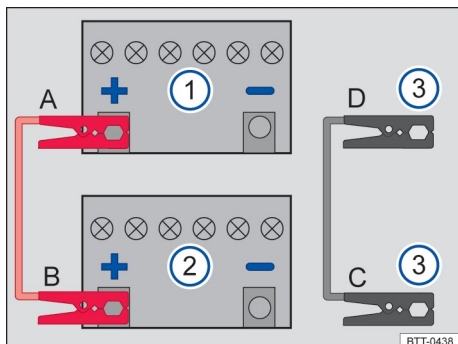

Рисунок 126. Схема подключения соединительных кабелей
Соединительные кабели должны быть подключены в последовательности А – В – С – D → Рисунок 126.
- Подсоедините один конец красного кабеля помощи при запуске к положительному полюсу → Рисунок 126 ① разряженной аккумуляторной батареи → ▲.
- Подсоедините другой конец красного кабеля помощи при запуске к положительному полюсу (+) аккумуляторной батареи источника питания → Рисунок 126 ②.
- Подсоедините другой конец черного кабеля помощи при запуске → Рисунок 126 ③ к металлической детали на болтовом креплении блока цилиндров двигателя автомобиля с разряженной аккумуляторной батареей или непосредственно к блоку цилиндров.
- При работающем двигателе отсоедините соединительные кабели в последовательности D–C–B–A. → Рисунок 126.